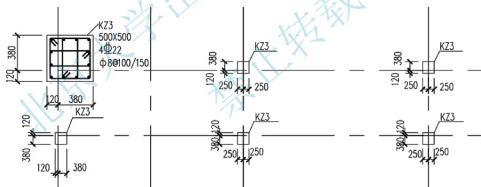

图 5.81 标注柱子截面尺寸
- ② 选择【主单位】选项卡，将测量单位的【比例因子】设置为“0.25”。
- ③ 将【1:25】标注样式设置为当前标注样式。
- ④ 标注①轴线与©轴线、①轴线与①轴线、④轴线与④轴线、⑦轴线与④轴线相交处柱子的截面尺寸，结果如图 5.81 所示。